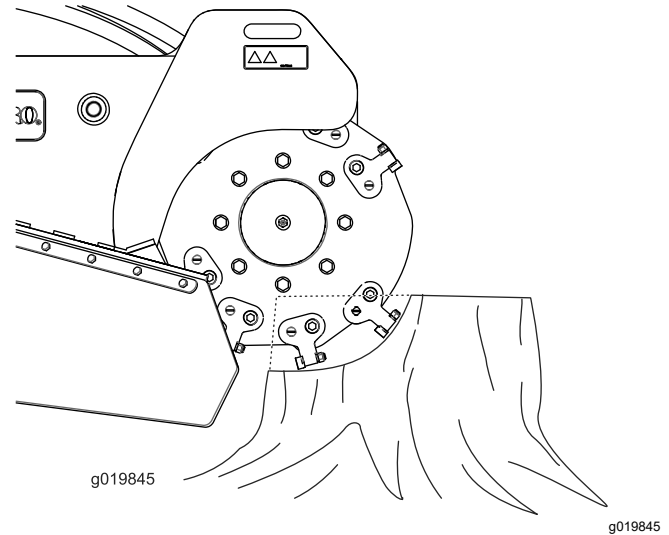

Figura 19
2. Utilizați maneta de control a mainii de frezat și comanda traciunii pentru a poziționa mașina de frezat pe partea din față a ciotului, aproximativ 2 cm sub suprafață (Figura 19).
4. Utilizați maneta de control a mainii de frezat pentru a oscila încet mașina de frezat pe suprafața ciotului, tăind o brazdă de achii (Figura 19).